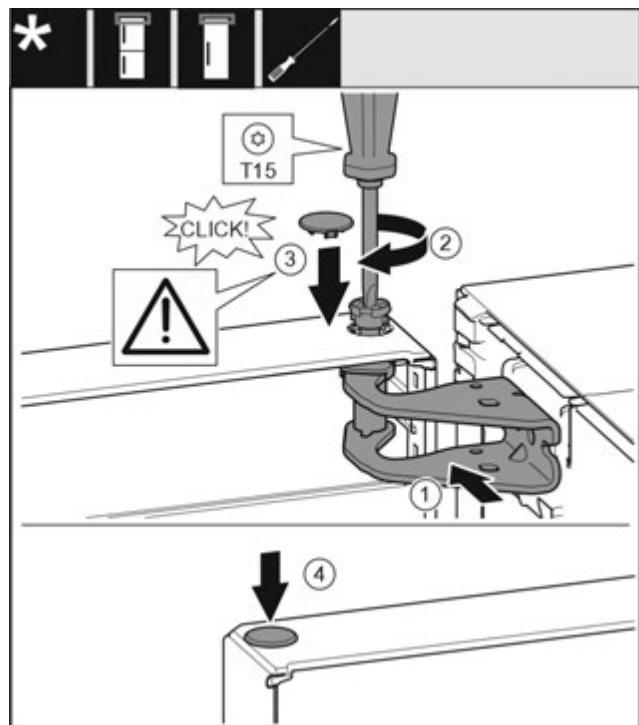

Fig. 19
- Вирівняйте дверцята зверху по отвору в опорному кронштейні. Fig. 19 (1)
- Вставте палець та закрутіть за допомогою викрутки T15. Fig. 19 (2)
- ▶ Встановіть захисну кришку для захисту дверцят: вставте захисну кришку і проконтролюйте, щоб вона прилягала до дверцят. Якщо це не так, повністю вставте палець. Fig. 19 (3)
- ▶ Вставте пробку. Fig. 19 (4)